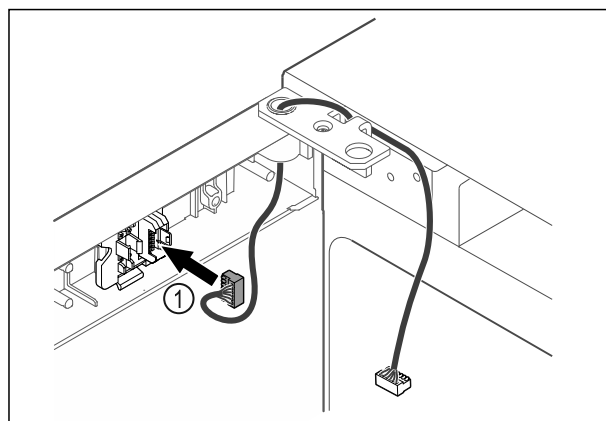

Fig. 58
- ▶ Vtič Fig. 58 (1) vstavite v držala vtiča.